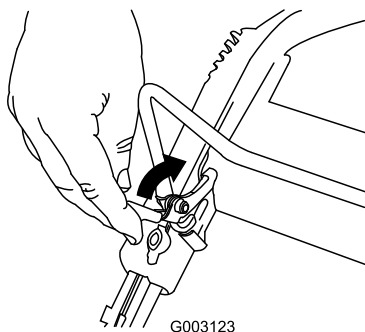

Bild 17
Zum Abschalten des Motors, drücken und halten Sie den Motorschalter (Bild 17), bis der Motor abschaltet.
1. Ziehen Sie die Schaltbügelsperre zurück (Bild 17).